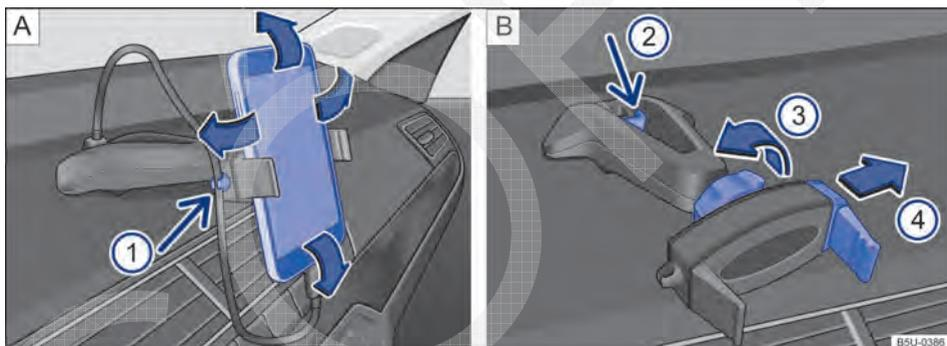

Fig. 146 No console central: suporte para smartphone e ajustes.
- Segurar o suporte com uma mão e pressionar o botão de destravamento → Fig. 146 ② (seta).
- Com a haste → Fig. 146 **B** ④ deslocar no sentido da seta, e instalar o smartphone no alojamento.
- Com a outra mão deslocar a haste → Fig. 146 **B** ④ até que seja possível remover o aparelho do alojamento.
- Colocar o cabo USB na entrada carregador USB do suporte existente no painel de instrumentos → Fig. 146 **A**.
- Prender o cabo no suporte → Fig. 146 **A** ①.
- Para liberar o movimento do suporte, girar a trava → Fig. 146 **B** ③ no sentido contrário da seta.
- Para fixar a posição, girar a trava no sentido da seta ③ → Fig. 146 **B** até a fixação total do suporte.
O suporte para smartphone tem garantia de 3 anos, com exceção da haste deslizante (garra) → Fig. 146  que tem garantia de 1 ano.